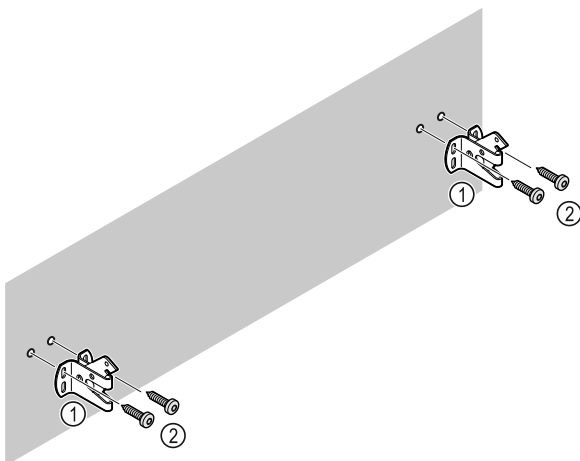

Fig. 12
În funcție de natura peretelui (lemn, beton), utilizați un material de fixare adecvat (de exemplu, dibluri) și suficiente puncte de fixare Fig. 12 (2).
- ▶ Fixați cârligele de siguranță. Fig. 12 (1)